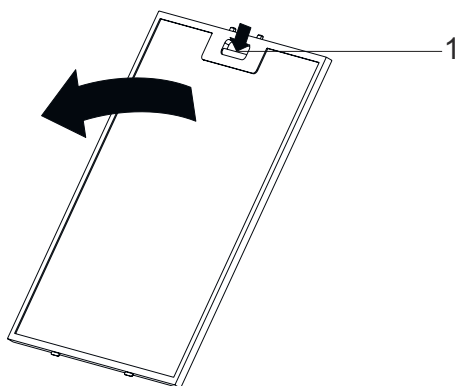

Fig. 8
- Premere l'aletta del filtro in alluminio (1) e tirare il filtro in alluminio nella direzione della freccia (Fig. 8).